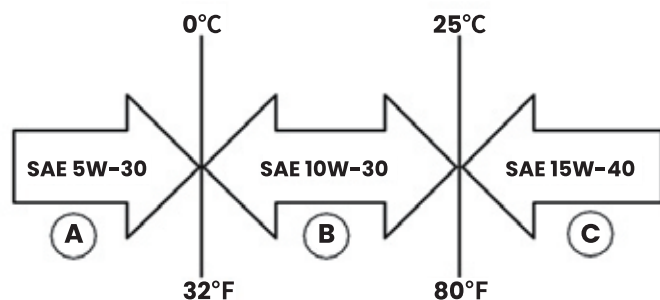

Figure 8: Huile recommandée
1. Utilisez uniquement l'huile moteur spécifiée à la Figure 8.